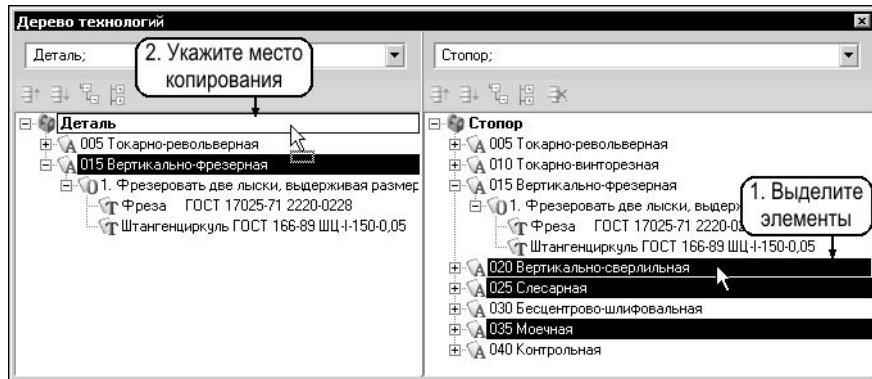

Рис. 9.23. Копирование операций в конец дерева проектируемого ТП
- элементы копируются вместе с подчиненными уровнями. Так, при копировании операции «Вертикально-фрезерная» (рис. 9.23) она будет помещена в проектируемый ТП вместе с подчиненными переходами и оснасткой;
- для добавления элемента (группы элементов) дерева в конец раздела установите курсор на головной элемент этого раздела. Например, если группу операций, выделенных на рис. 9.23, требуется скопировать в конец ТП, то при перемещении выделенных операций установите курсор на «корень» дерева проектируемого ТП;